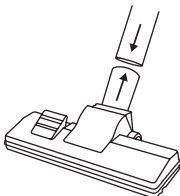

Fig. 4 – Montagem do bocal multiuso
- Conecte o tubo de aspiração no bocal multiuso, no bocal escova ou no bocal para cantos, conforme mostra a Fig. 4.